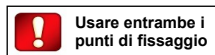

Figura 2
- 1) Aprire la portella dell'alloggiamento per mezzo della chiave come illustrato in figura 2